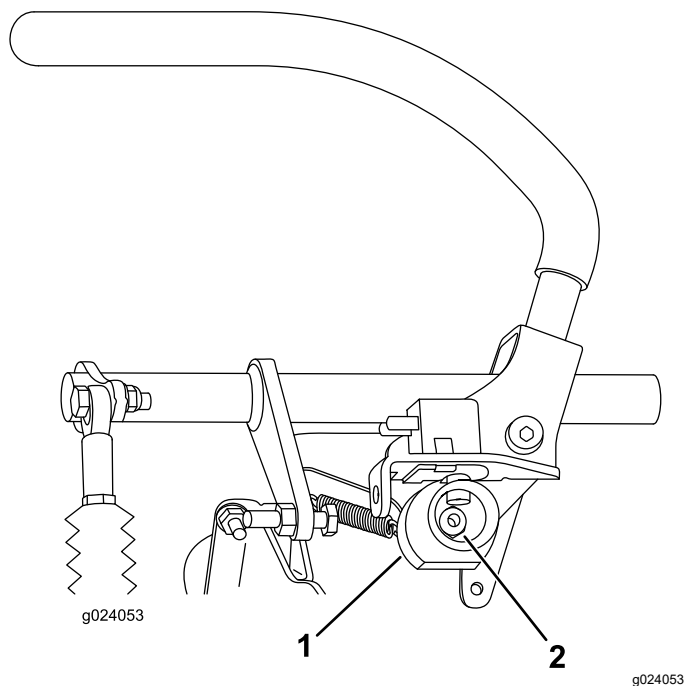

Figura 68
6. Allentate il dado che regge la camma (Figura 68).